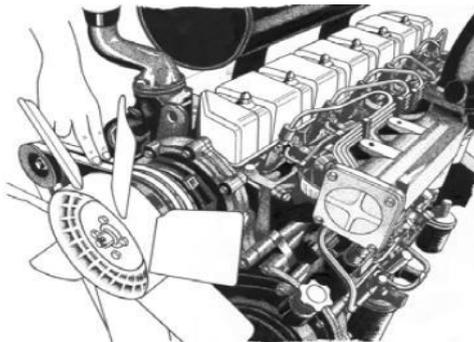

Fig 3-8 Check Belt Tension
3.4 Виміряйте ступінь натягу ременя вентилятора. Притисніть вручну ремінь між водяним насосом і генератором. Прогин повинен становити 10-20 мм. Відрегулюйте натяг ременя, за необхідності, змінивши положення генератора (див. Рис. 3-8 Перевірка натягу ременя). Не використовуйте нові і старі, або різні марки разом.